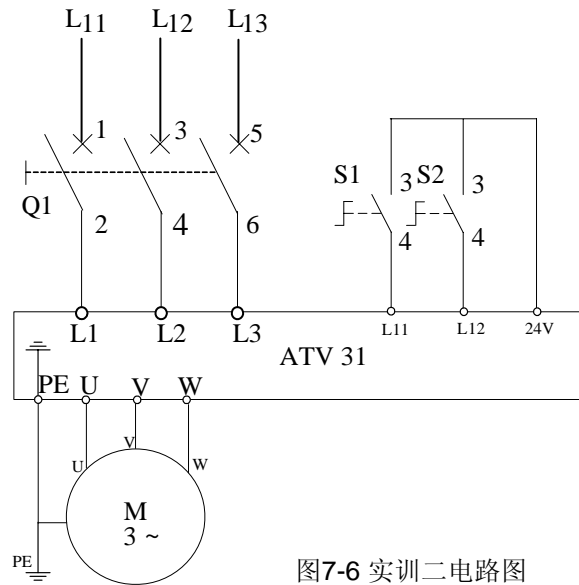

图7-6 实训二电路图
如图 7-6 所示, L11、L12、L13 为三相 380V 电源进线, Q 为小型断路器, M 为三相异步电动机, S1、S2 为转换按钮, 用于变频器的外部端子启动, 其中 S1 为正向启动, S2 为反向启动 (通过设定变频器内部参数来确定)。图中 PE 为保护接地。
1. 按图 7-6 进行外部连线(ATV31 变频器的动力引出线和控制线已经引出到实验板的端子上, 在接线时不需打开变频器的面板, 电机线直接引到相应的端子上, 并确认相应的线号)。